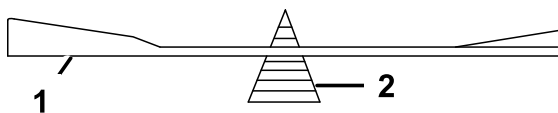

Figura 72
2. Controllate il bilanciamento della lama posizionandola su un bilanciatore (Figura 72).